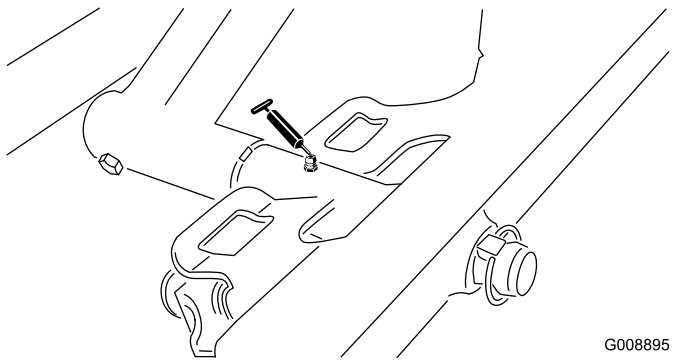

Figura 34
- Pivot unitate de tăiere față (Figura 34)